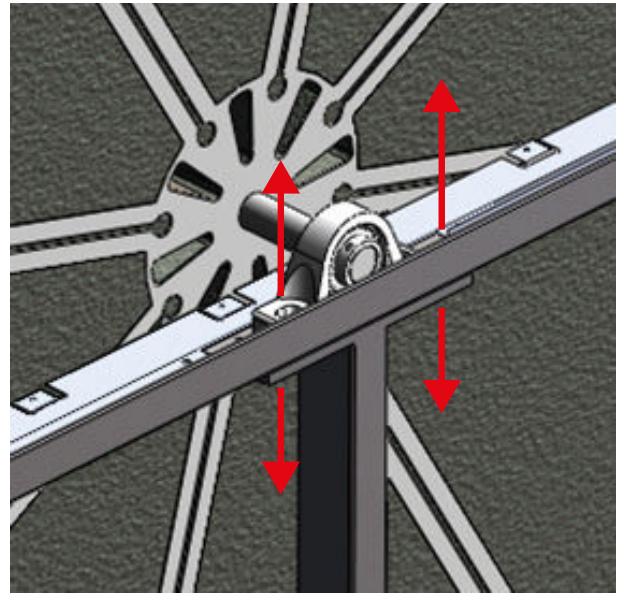

Abbildung 2. Modell EQ Trägerabstand.
- Die Lager des Modells EQ Wärmetauscher müssen immer leicht über und unter dem L-förmigen Strahl zugänglich sein, um zukünftige Anpassungen zu ermöglichen. (H: 200 mm (7,87"), B: 200 mm (7,87")) (siehe Abbildung 2)